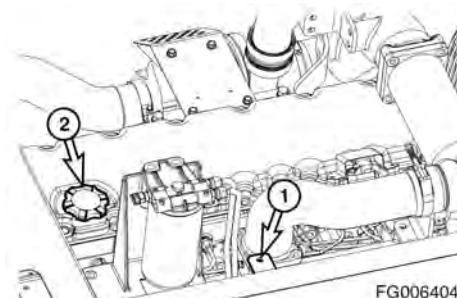

Рис. 13
2. Удалить щуп (1, рис.13) и вытереть масло чистой тканью.
5. Добавить масло через маслозаливную горловину двигателя (2, рис.13), если уровень масла ниже отметки LOW (Минимум).